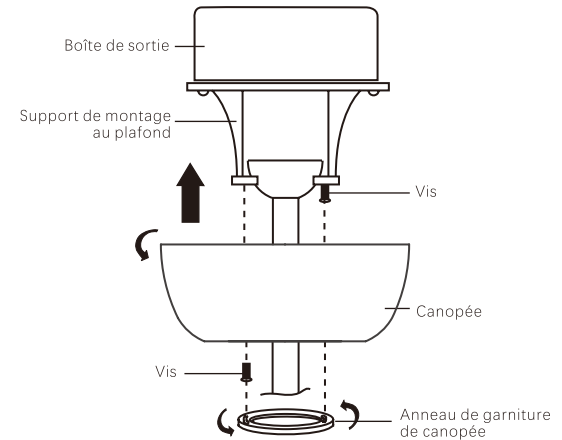

Fig.14
**Étape 2.** Faites glisser la canopée jusqu'au support de montage et placez l'une des fentes du trou de serrure sur la vis de montage du support de montage. Faites pivoter la canopée jusqu'à ce que la tête de la vis s'enclenche dans la partie étroite du trou de serrure. Voir figure 14.
**REMARQUE:** Ajustez les vis de la canopée si nécessaire jusqu'à ce que la canopée et l'anneau de garniture de la canopée soient bien ajustés. (Fig.14)